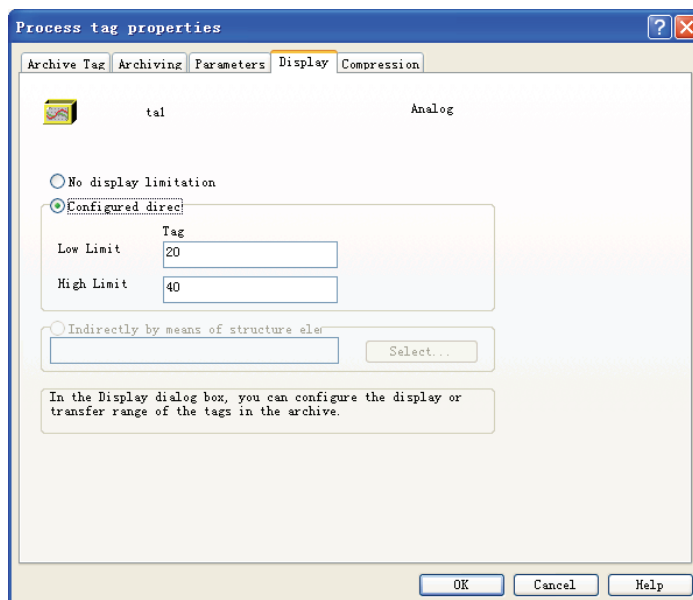

图 7-18 模拟量 “Display” 选项卡
3) “Display” 选项卡如图 7-18 所示, 要归档和显示介于下限和上限的过程值, 则在 “Display” 选项卡中选择 “Configured direction” 选项。